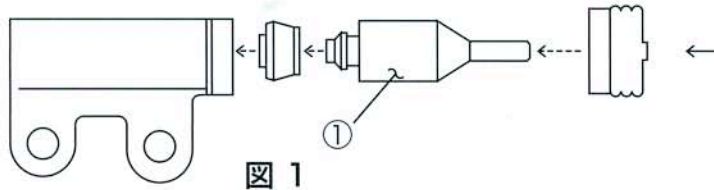

図 1
1. 純正レリーズシリンダーのカップ奥にあるスプリングを取り除き、カップ部の黒いゴムパッキンをOS製プッシュロッドに装着する。(図1参照)